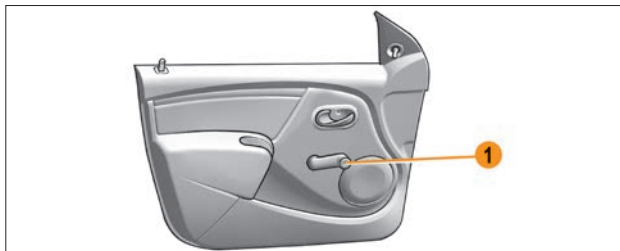

Рис. 4.1.1. Рукоятка привода стеклоподъемника
**В варианном исполнении** стеклоподъемники имеют ручной привод. Вращайте рукоятку **1** (рис. 4.1.1), чтобы опустить или поднять стекло на нужную высоту.